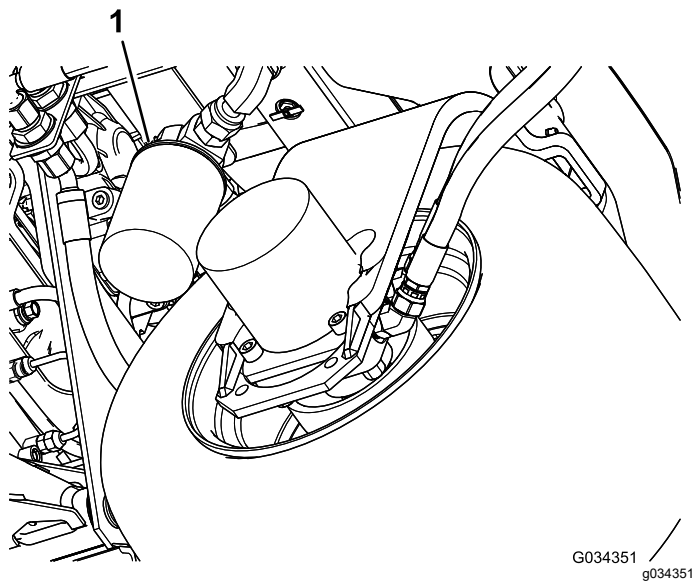

图 77
2. 清洁过滤器安装区周围的区域。在过滤器 (图 77) 下面放置一个放油盘并拆下过滤器。